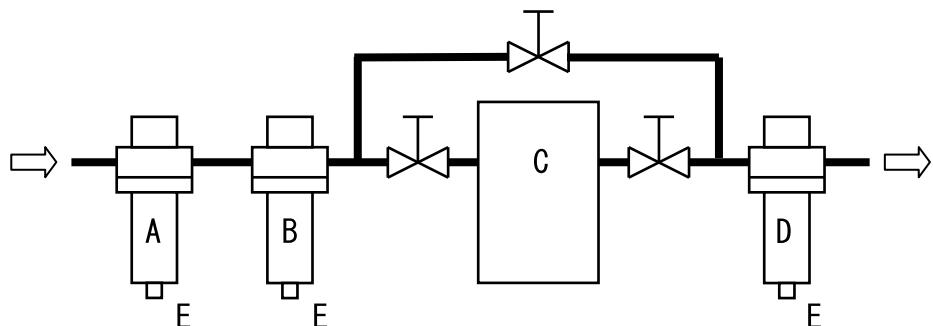

図 1 機器の配置
1. 1 機器と設置について (図 1 参照)
注 釈：空気を止められないような場所の場合は、図1のようなバイパス回路を設けて下さい。